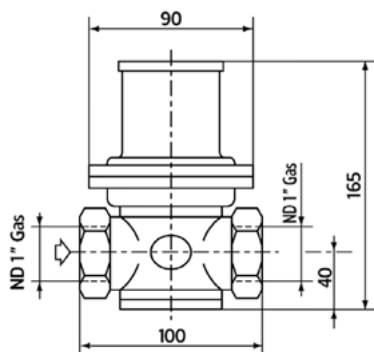

Рисунок 6. Внешний вид клапана: VS SBV 803 / VS SBV 803 TR
3.4 Внешний вид клапанов показан на Рисунок 6, 7, 8, габаритные и присоединительные размеры приведены на Рисунок 6, 7, 8.